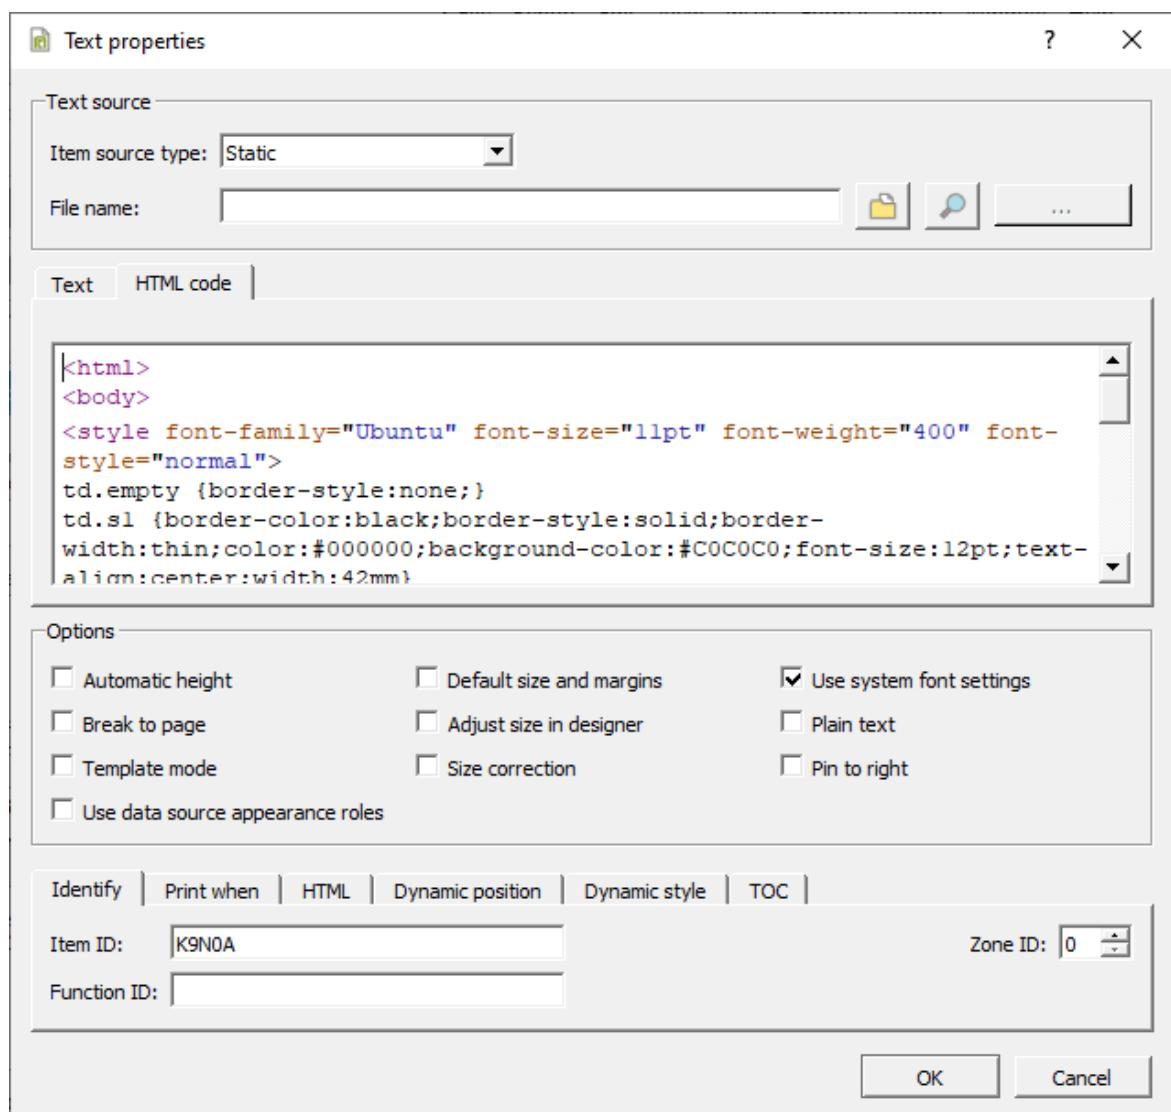

Рисунок 159 - HTML-таблица
3. В области **HTML code** (Рисунок 159) добавьте код: